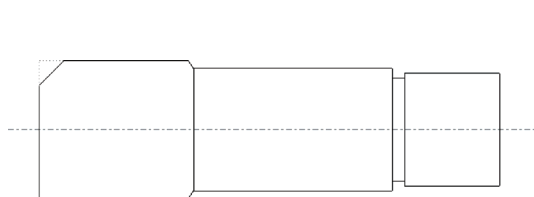

图 2-73 绘制倒角
STEP 03 在绘图区左上方的水平和垂直直线上依次单击鼠标左键，绘制倒角，如图 2-73 所示。